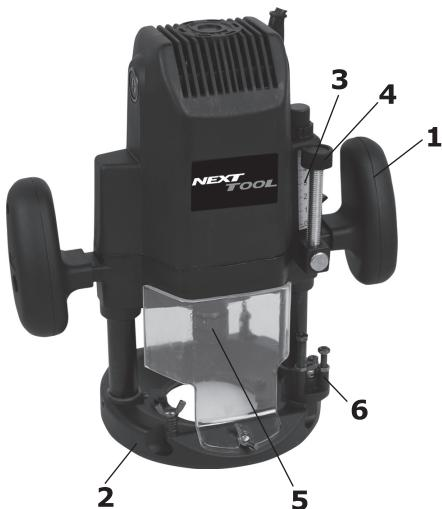

рис. 1
1.6 Общий вид фрезера представлен на рис.1